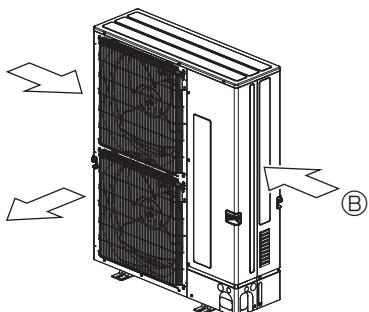

Fig. 2-6
- ③ Plaats het apparaat indien mogelijk zo dat de luchttuitlaat in dezelfde richting blaast als de seisoenswinden. (Fig. 2-6)